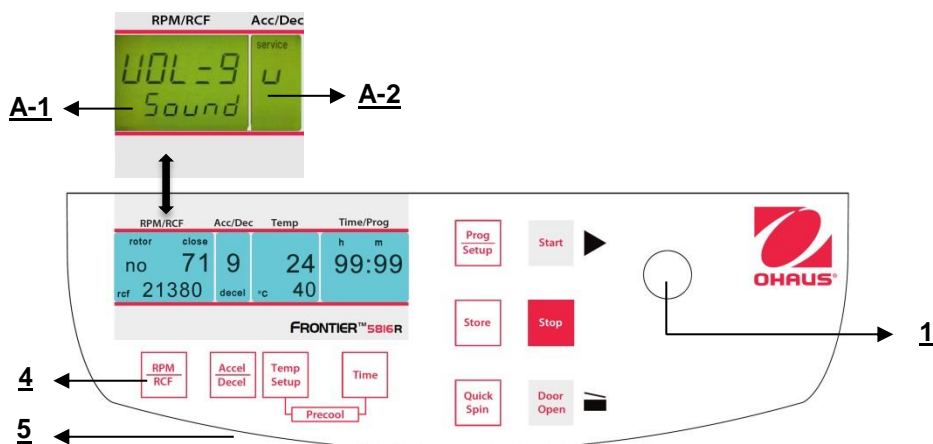

Figura 33
Procedere come descritto al punto 4.1. per inserire questa modalità programma e poi premere il tasto **"Accel/Decel"** (5). Sul display **"Acc/Dec"** (A-2) lampeggia la parola **"Service"**. Selezionare adesso la lettera **"U"** con la manopola di regolazione (1). Di conseguenza, sul display **"RPM | RCF"** (A-1), appaiono le parole **"Vol=0-9/Sound"**. Dopo aver premuto il tasto **"RPM | RCF"** (4), è possibile regolare il volume desiderato fra 0 (basso) e 9 (alto) con la manopola di regolazione (1) (Vedere figura 33).